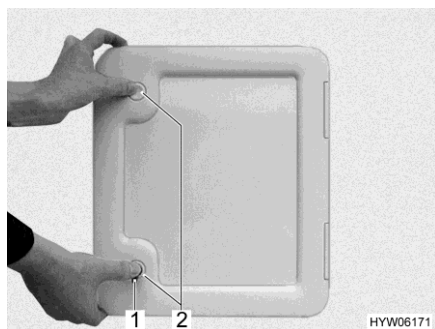
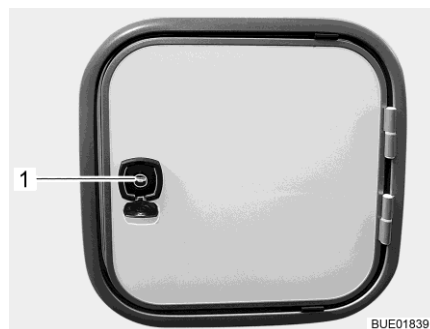

Fig. 264 Sportello per il serbatoio fecale
Fig. 265 Sportello per il serbatoio fecale (alternativa)
- Aprire lo sportello per il serbatoio fecale all'esterno del veicolo. Inserire la chiave nel cilindro della serratura (Fig. 264,1 o Fig. 265,1) e ruotare di un quarto di giro.
- Se presenti: Premere contemporaneamente con i pollici entrambe le serrature a pressione (Fig. 264,2) e aprire lo sportello.